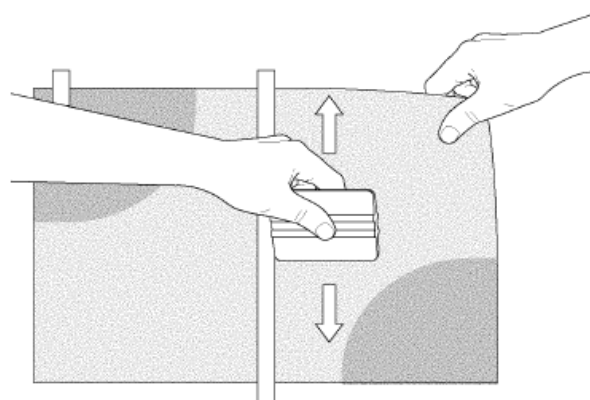

Рис. 2. Прижатие графики при подвесе за середину
4. Придерживать одной рукой пленку DI-NOCTM, позволяя клеевому слою коснуться основы только в момент прижима ракелем. Наклеить пленку перекрывающимися движениями ракеля от линии подвеса наружу к ближайшему краю, сильно нажимая на ракель. См. Рис. 2.